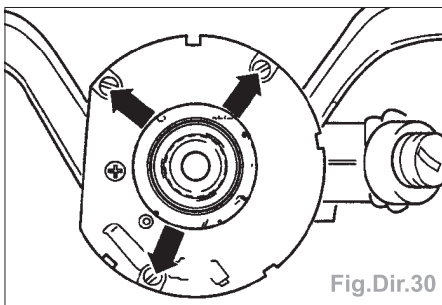

Fig.Dir.30
- Déposer les vis de fixation (flèches) (Fig.Dir.30).